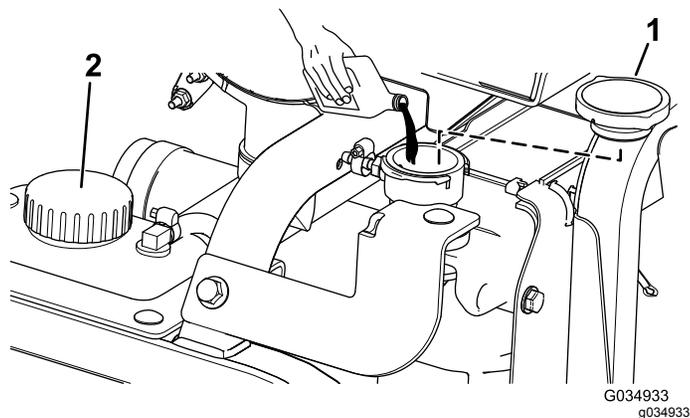

図 125
5. ラジエターの補給口のリップ部まで冷却液を入れる 図 125。